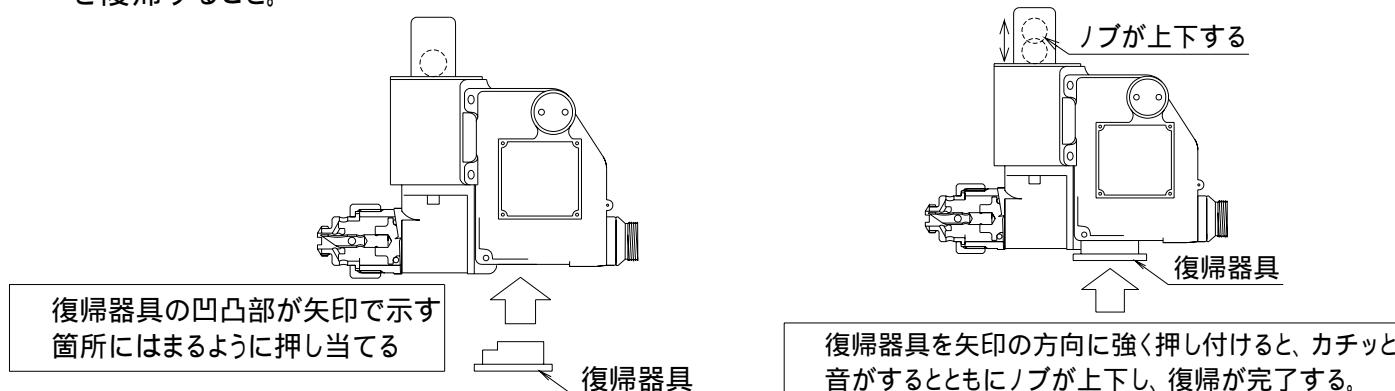

図3 復帰器具による復帰方法
(a) 安全プラグが回らない場合(図3参照)
- (5)器具を使用せずに安全プラグを指で回して取外す。安全プラグが回らない場合は、起動弁開放装置が作動しており、この状態で無理に安全プラグを取り外すと消火剤が放出して危険なので、ただちに起動弁開放装置を容器弁から取り外し、図3に示す手順で復帰器具を用いて復帰すること。
- (3)点検終了後、器具を使用せずに安全プラグを指で回して取外す。安全プラグが回らない場合は、起動弁開放装置が作動しており、この状態で無理に安全プラグを取り外すと消火剤が放出して危険なので、ただちに起動弁開放装置を容器弁から取り外し、図3に示す手順で復帰器具を用いて復帰すること。
危険 <ul style="list-style-type: none"> 起動弁開放装置作動時、カッタ - による手などの損傷がないように注意すること。 安全プラグを取り外す時は、器具を使用せずに必ず指で回して取外すこと。安全プラグが回らない場合は、起動弁開放装置が作動しており、この状態で無理に安全プラグを取り外すと消火剤が放出して危険なので、ただちに起動弁開放装置を容器弁から取り外し、図3に示す手順で復帰器具を用いて復帰すること。 	注意 <ul style="list-style-type: none"> 梱包を解いたときは、起動弁開放装置の復帰状態を必ず確認すること。 起動弁開放装置の作動試験を実施するときは、必ず容器弁から取り外してから行うこと。 シリンダ - エンドを取付けない状態では作動試験を実施しないこと。 消火設備及び関連機器のテストが終らない限り、また設備が稼働するまで、起動弁開放装置は容器弁に取付けないこと。 起動弁開放装置は、ノブが上方にくるように取付けること。 必ず取扱注意銘板を取り付けること。この際、銘板の表面、裏面の向きに誤りがないか確認すること。 点検などを実施する場合、もしくは容器弁から起動弁開放装置を取り外す場合は、起動弁開放装置を必ずロックすること。ロックするときは安全プラグの赤色部分のねじ部を起動弁開放装置本体に軽く当たるまで回して取り付けること。